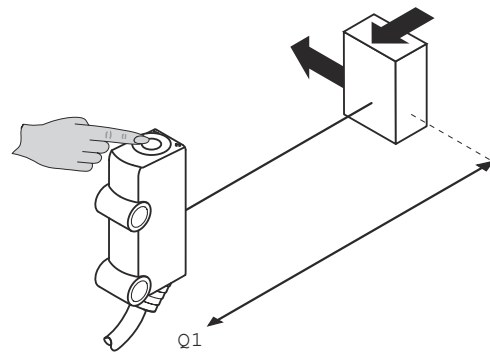

Figura 6: Ajuste da distância de comutação
- 1 Colocar o objeto na distância desejada no caminho ótico do dispositivo (observar o alcance mín. e máx., ver figura 6, página 131).